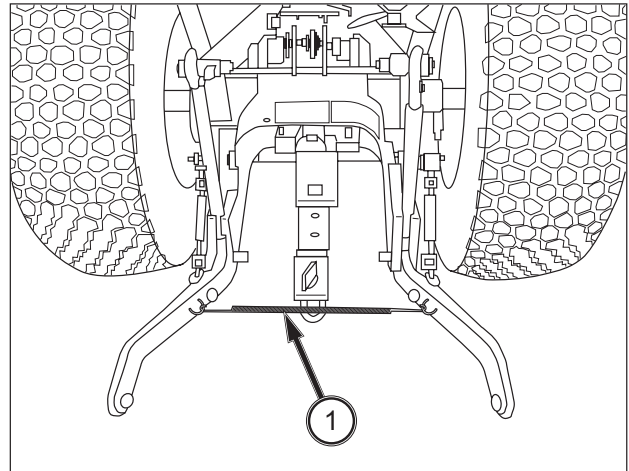

ABB. 100
**ABB. 100:** Die Unterlenker von den Anbaugerätebolzen lösen. Vergewissern Sie sich, dass die Unterlenker mit der Feder (1) verbunden sind, damit sie nicht die Reifen berühren.